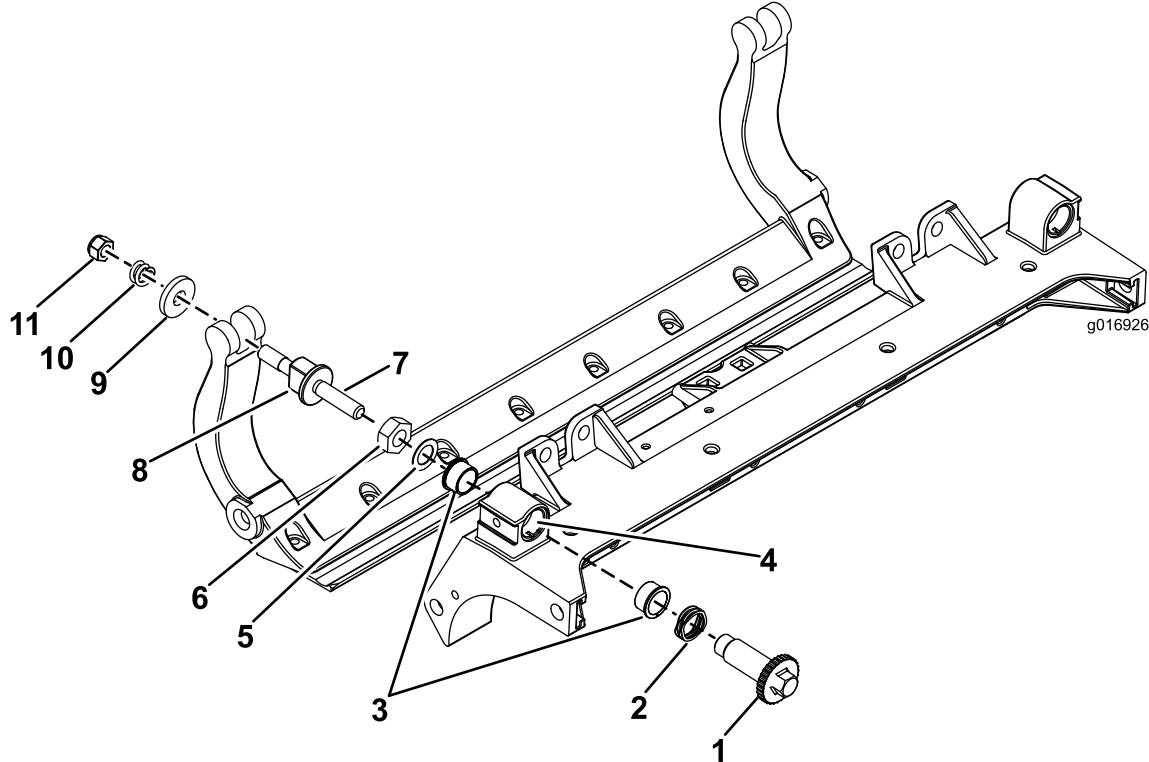

图34
- 拆除所有零件请参阅 HD DPA 套件型号 120-7230 安装说明和图34。
- 将防粘剂涂抹到滚刀组承载架的轴套区内侧图34。
- 将凸缘轴套上的键与机架的槽对准然后安装轴套图34。
- 将一个波形垫圈安装到调节器轴上然后调节器轴滑入滚刀组机架中的凸缘轴套内 图34。
- 使用扁平垫圈和锁紧螺母固定调节器轴 图34。上紧锁紧螺母扭矩至 2027N·m。
注意 将尼龙垫圈放在侧板凸起的两侧。在两个尼龙垫圈的外侧各放一个钢垫圈 图34。